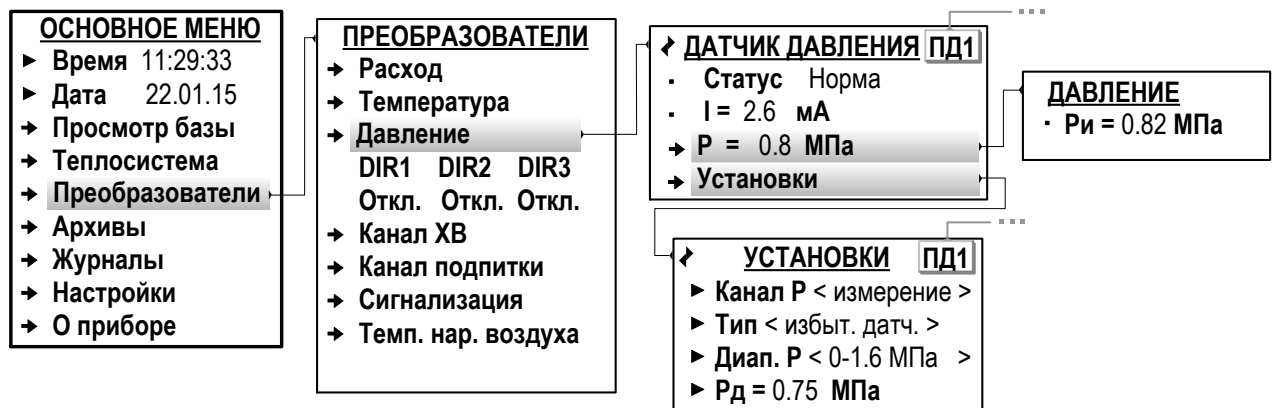

Рис.31. Вид меню настройки ПД (режим СЕРВИС).
7.5.5.2. Настройка параметров входов для подключения преобразователей давления выполняется в меню **Преобразователи / Давление / Установки** (рис.31).